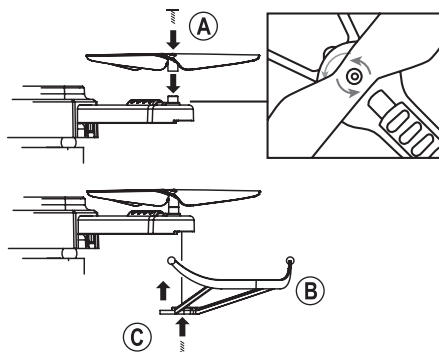

Figure 6
Montez les 4 rotors l'un après l'autre avec une vis (A) (voir figure 6), en vérifiant impérativement que leur sens de rotation (voir marques sur les rotors) correspond au sens de rotation du moteur (voir marques sur le bras).
Quatre étriers de protection (B) des rotors sont fournis avec le produit. Montez un étrier de protection sur chaque bras (voir figure 6).